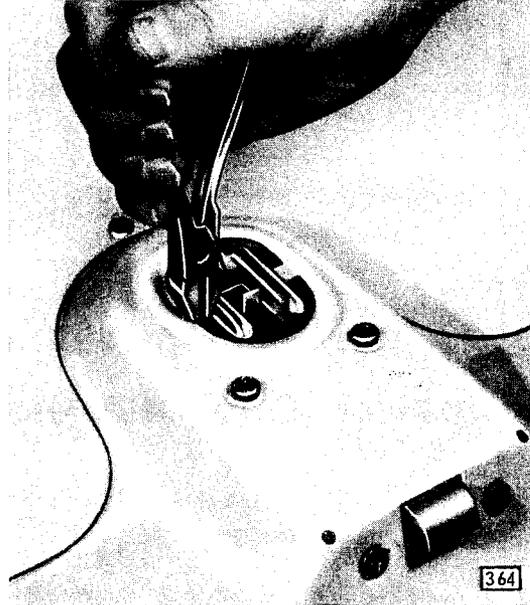

Bild 170 - Haltelappen von Verschlußdeckel mit Montagezange SW-169 umbiegen
2. Deckel in Montageloch einsetzen und rechtwinklig abstehenden Haltelappen mit Laderaumtürschloßdeckel - Montagezange SW-169 so weit umbiegen (Bild 170), bis Deckel **fest** in Montageloch sitzt.